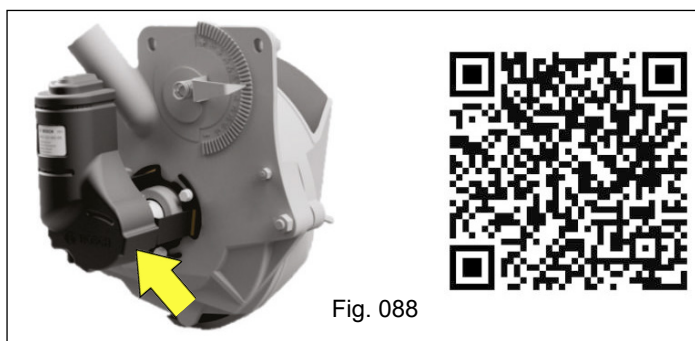

Fig. 088
- Com opcional Motor Elétrico BOSCH, que mantém a máquina limpa e leve, eliminando o uso de cardans e correntes, evitando interferências e vibrações mecânicas, aumentando a performance na distribuição, otimiza o controle de sementes e menos itens de desgastes e reposição (Fig. 088).